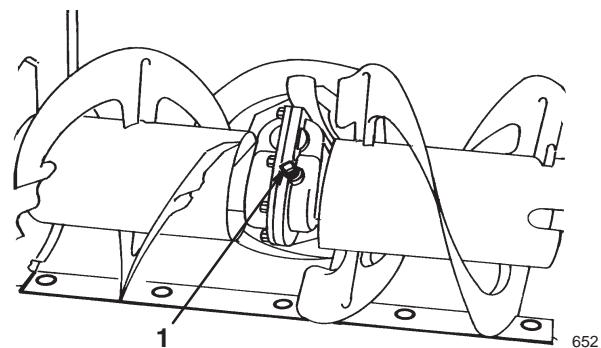

Bild 24
4. Reinigen Sie den Bereich um den Rohrverschluss (Bild 24).
5. Entfernen Sie den Rohrverschluss vom Getriebe (Bild 24).